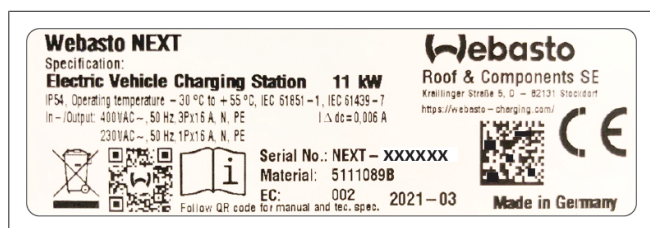

Bild 1 Exempel Webasto Next typskylt (11kW versionen)
- Mata in uppgifterna för din laddbox i följande format. Dessa uppgifter hittar du exempelvis på typskylten på din laddbox (se Bild 1):